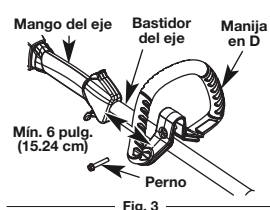

Fig. 3
1. Empuje la manija en D hacia abajo hacia el brazo (Fig. 3), de manera que el agujero del perno en la manija en D quede hacia la derecha.
2. Mientras sostiene la unidad en posición de funcionamiento (Fig. 3), mueva la manija en D hacia el lugar que le proporcione el mejor agarre. Colóquela a una distancia mínima de 6 pulgadas (15.24 cm) desde el extremo de agarre del eje.
3. Apriete el perno hasta que la manija en D esté segura. (Fig. 3)